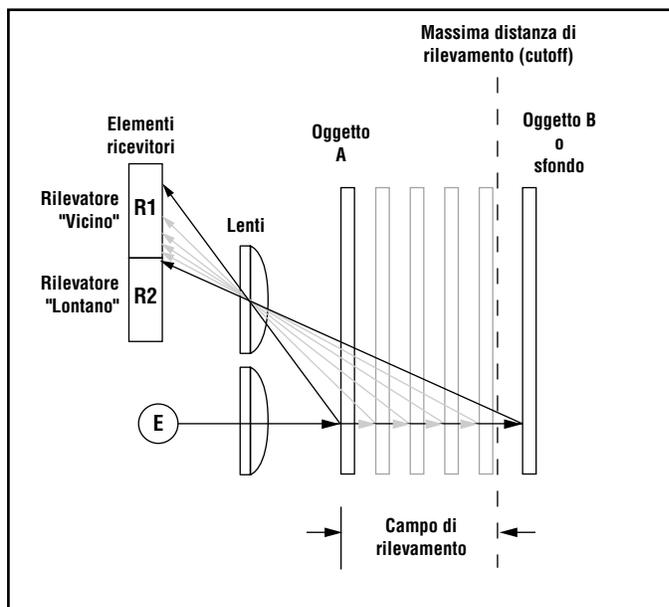

Figura 2. Sistema a campo regolabile
Durante il funzionamento, il Q60AFV confronta la luce del raggio emesso (E) riflessa dall'oggetto verso i due rilevatori orientati in modo diverso R1 e R2 (vedi Figura 2). Se il segnale luminoso ricevuto dal rilevatore "Vicino" (R1) è più forte di quello "Lontano" (R2) (vedi oggetto A, più vicino del punto di cutoff), il sensore reagisce alla presenza dell'oggetto. Se, viceversa, il rilevatore "Lontano" (R2) riceve un segnale più forte rispetto all'altro (R1) (vedi oggetto B, oggetto situato oltre il punto di cutoff), il sensore ignora l'oggetto.